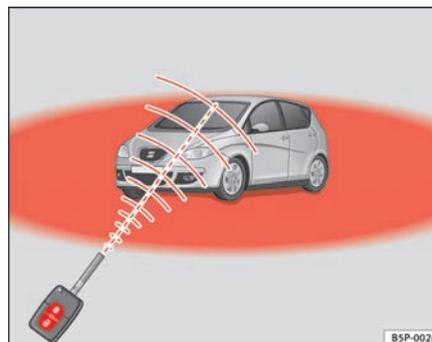

Fig. 64 Raio de acção do telecomando por radiofrequência
- O telecomando por rádio-frequência só funciona, se se encontrar dentro do seu raio de acção ⇒ página 105, fig. 64 (superfície vermelha).